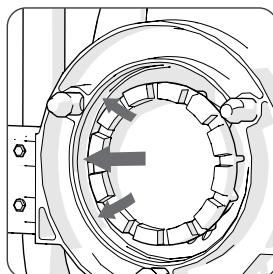

Abb. 10 (Pfeile zeigen
- Die Passringe sollten stets sauber und frei von Schmutz sein. (**Abb. 10**)